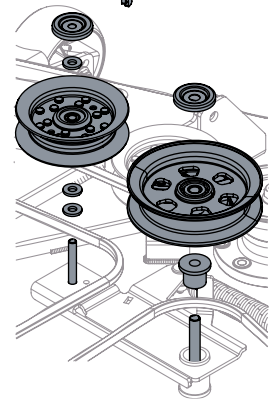

Figura 57
4. Extraiga las dos poleas locas quitando las tuercas de seguridad con reborde que están arriba de los conjuntos, y luego quitando los conjuntos del brazo secundario libre. Consulte la Figura 57.